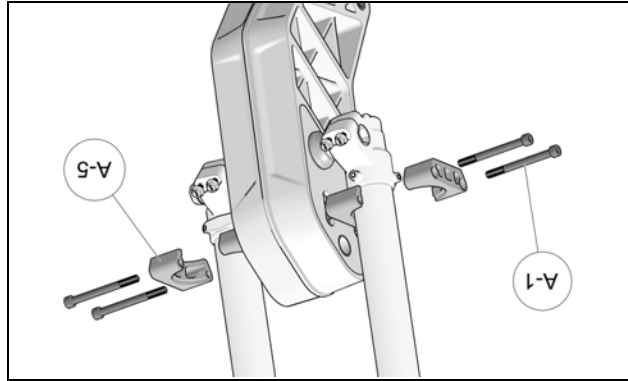

Figure 20
- Positionner les brides de fixation externe (A-5) à la fourche de la moto. La partie usinée de la bride interne doit être positionnée vers le haut. Insérer les boulons de fixation aux brides, ne pas serrer l'assemblage. Voir la Figure 20.